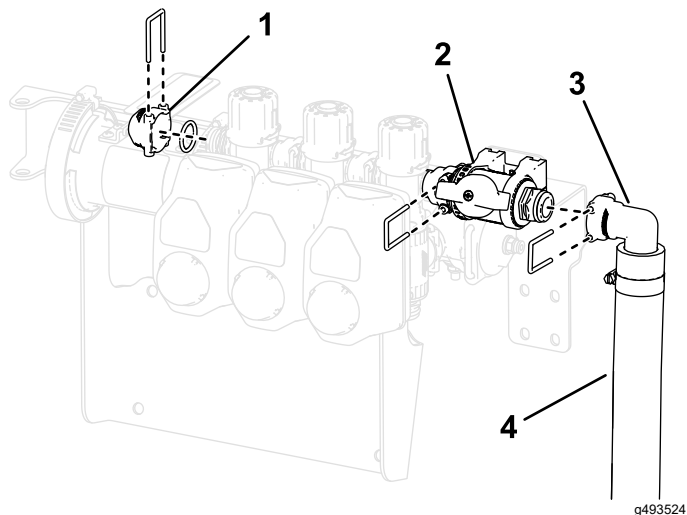

Figure 29
7. Fixez la vanne de commande sur la vanne de rampe à l'aide du joint torique et de l'étrier déposés précédemment (Figure 29).
8. Reposez le bouchon (1/2"), les joints toriques, le raccord et le flexible sur la vanne de commande à l'aide des étriers déposés précédemment, comme montré à la Figure 29.